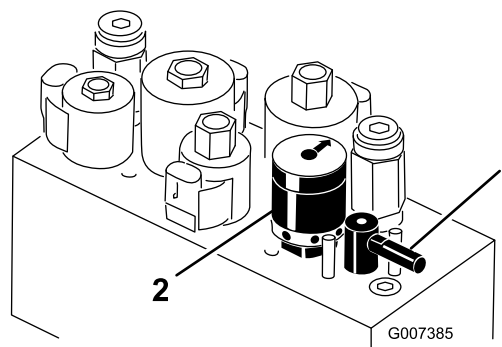

Figura 56
4. Per impostare la velocità dei cilindri girate la manopola (Figura 56) fino a portare le frecce in linea con il numero corrispondente all'impostazione desiderata.